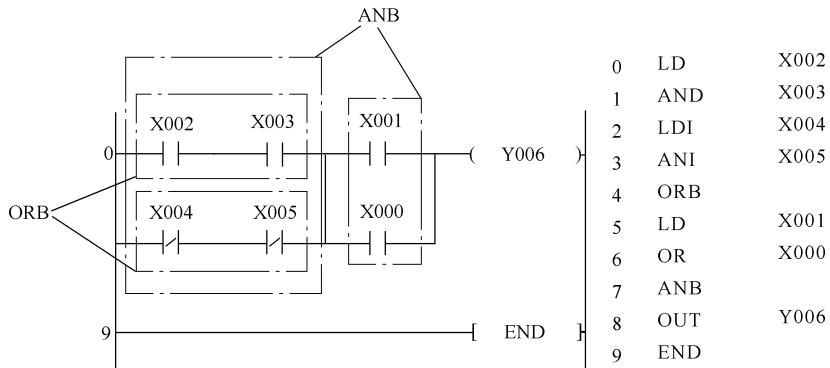

图 3-5 ANB 指令的使用
2) 如有多个电路块并联时, 要对每个电路块使用 ORB 指令。连续使用次数不应超过 8 次。ANB 指令的使用如图 3-5 所示。